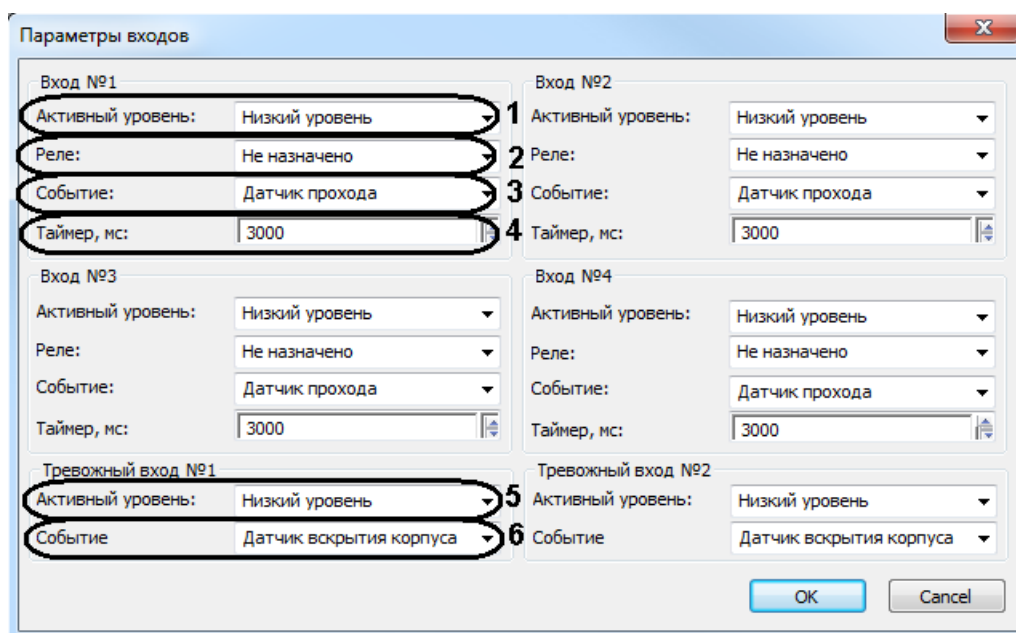

Рис. 3.4—3 Настройка дискретных и тревожных входов контроллеров BioSmart PROX v.2 и BioSmart PROX-E
- 2.1 Из списка **Активный уровень** выбрать уровень сигнала, появляющегося на дискретном входе, при котором фиксируется срабатывание датчика прохода (Рис. 3.4—3, 1).
- 2.2 Выбрать из соответствующего списка реле контроллера, срабатывающего по выбранному событию на данном дискретном входе (см. Рис. 3.4—3, 2).
- 2.3 Выбрать из списка **Событие** тип события, обрабатываемого контроллером при поступлении сигнала заданного уровня на данный дискретный вход (см. Табл. 3.4—2, Рис. 3.4—3, 3).